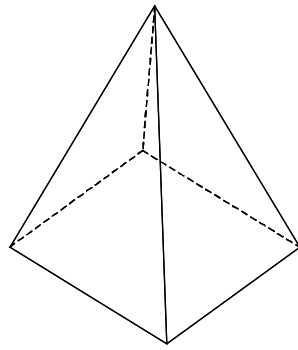

Fig. 1
1. A pyramidal body (Fig.1) is made of a homogeneous elastic material of weight density $\gamma = 8.4 \text{ kN/m}^3$ and the Young's modulus $E = 20 \text{ kPa}$. The vertical height is 1.0 m and the base is a $0.8 \text{ m} \times 0.8 \text{ m}$ square. Calculate the vertical shortening of the body due to its own weight. Note that the volume of a pyramid is given by $1/3$ of the base area times the height (20 points).
- Un corps pyramidal (Fig.1) est composé d'un matériau élastique homogène ayant une densité volumique $g = 8.4 \text{ kN/m}^3$ et un module d'Young $E = 20 \text{ kPa}$. La hauteur verticale est de 1.0 m et la base est un carré de $0.8 \text{ m} \times 0.8 \text{ m}$. Calculez le raccourcissement vertical du corps dû à son propre poids. Notez que le volume d'une pyramide est donné par $1/3$ du produit de l'aire de la base par la hauteur (20 points).